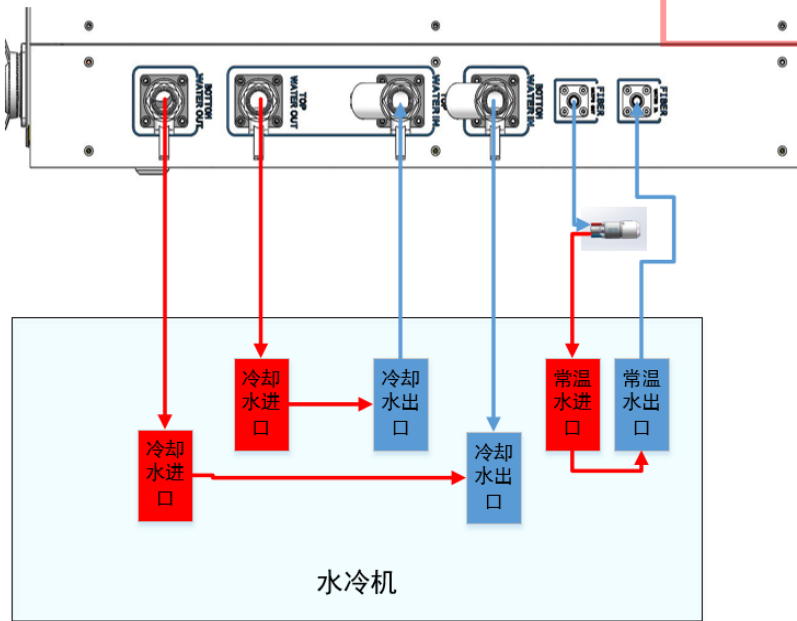

图 4 激光器冷却系统连接示意图
- a) 激光器冷却水连接如图 4 所示，箭头方向表示水流方向；